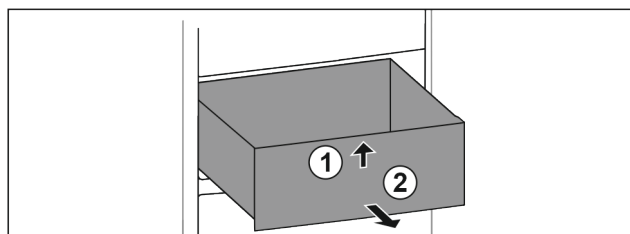

Fig. 95
- ▶ Nadzvedněte zásuvku vpředu. *Fig. 95 (1)*
- ▶ Vyměňte zásuvku dopředu. *Fig. 95 (2)*